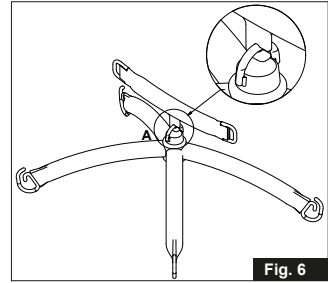

Fig. 6
4. La percha cruzada del GH3 está lista para usar cuando se puede mover libremente en la posición horizontal (Fig. 6)